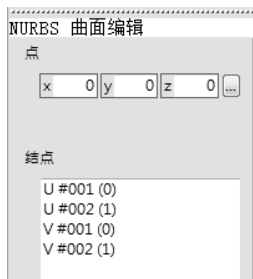

图 2-26 观察控制面板显示 NURBS 曲面编辑参数
5) 退出缩放工具后保持立方体选中, 观察控制面板内的参数, 发现此时显示的并非“立方体”的参数, 而是“NURBS 曲面编辑”参数, 如图 2-26 所示, 即此时选中对象已成为一个不具备立方体参数的独立 NURBS 曲面。